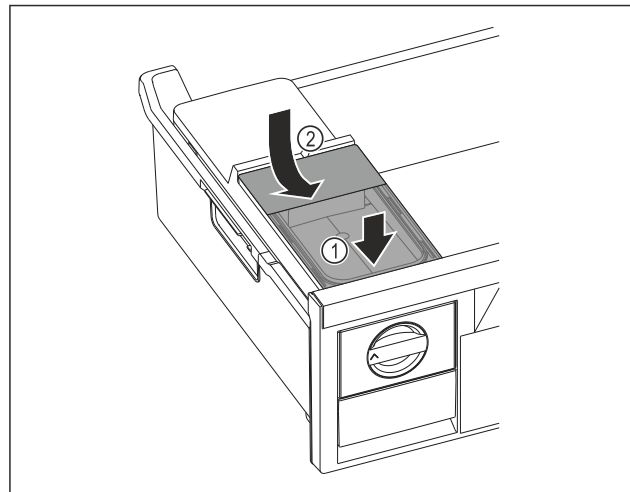

Fig. 151
- Collegare il serbatoio dell'acqua alla parte anteriore. Fig. 151 (1)
- Abbassare il serbatoio dell'acqua posteriore. Fig. 151 (2)